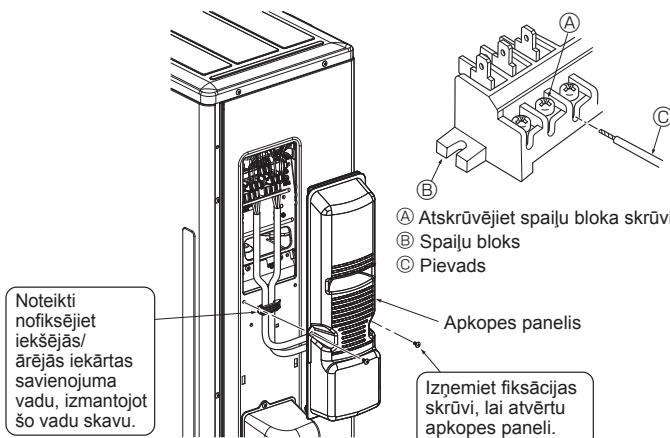

Fig. 6-3
6.1. Ārējā iekārta (Fig. 6-1, Fig. 6-2, Fig. 6-3)
- ① Noņemiet apkopes paneli.
- ② Kabeļu vadojumam ir jāatbilst norādēm šados attēlos Fig. 6-1, Fig. 6-2 un Fig. 6-3.